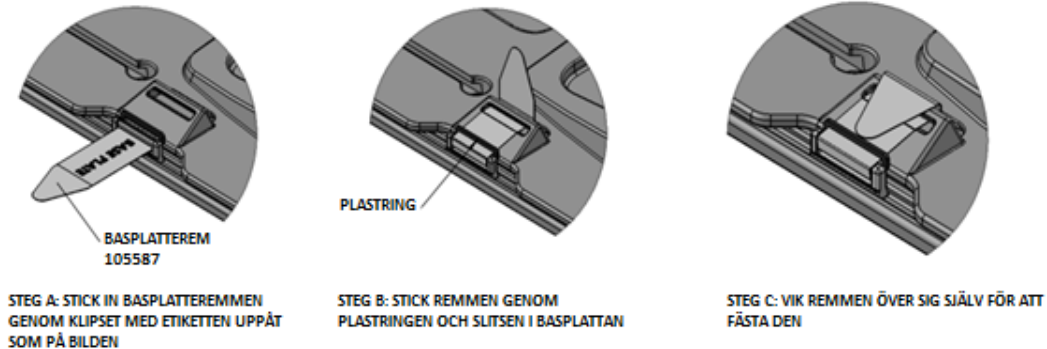

Bild 6: Sätta fast remmarna
3. Fäst basplattan vid MR-britsen med de fyra remmarna (*Bild 6*).